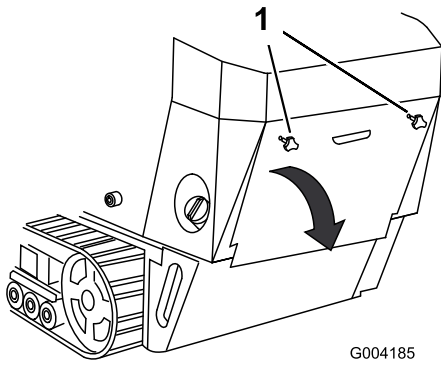

Figura 32
1. Desenrosque los 2 pomos que fijan la tapa de acceso trasera a la máquina (Figura 32).
2. Baje la tapa de acceso trasera y retírela para tener acceso a los componentes internos (Figura 32).